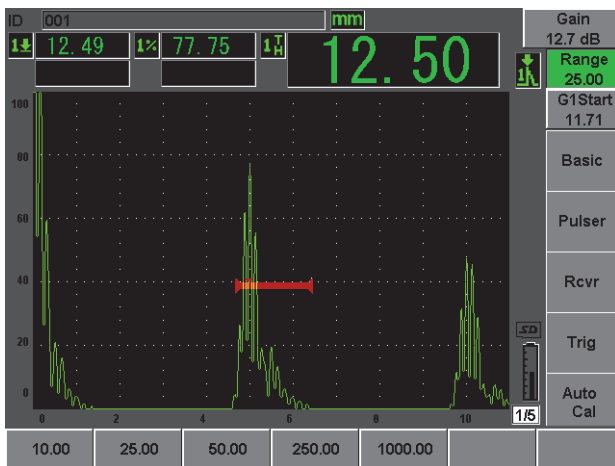

图 2-18 范围值
16. 按 **[RANGE]**（范围）键，然后将屏幕范围调整为所需的设置（参见第 47 页的图 2-18）。